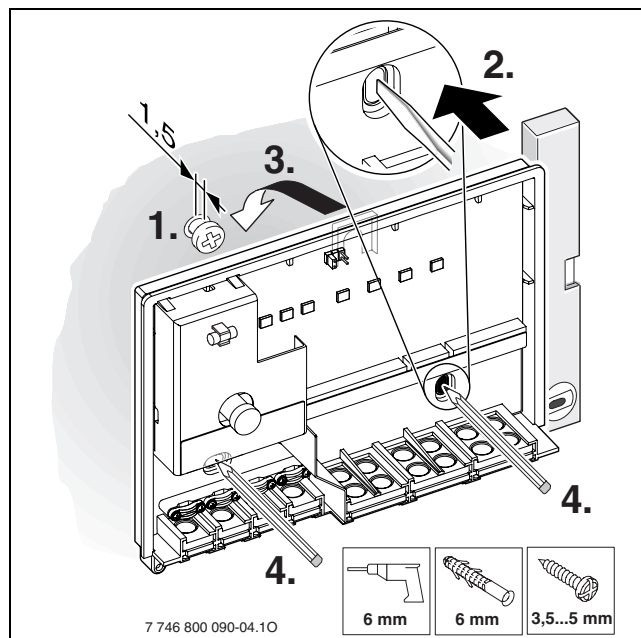

Fig. 8 Vite di fissaggio superiore
- Per la vite di fissaggio superiore, praticare un foro con  $\varnothing$  da 6 mm, inserire il tassello e avvitare la vite per 1,5 mm (→ fig. 8).